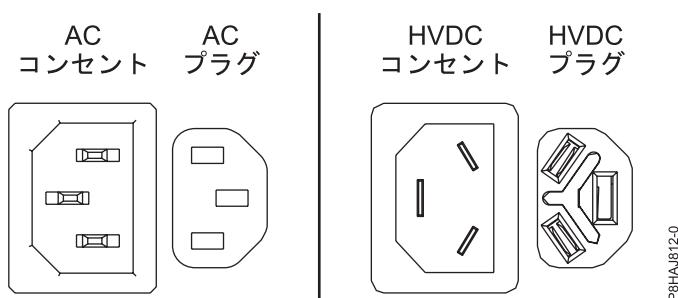
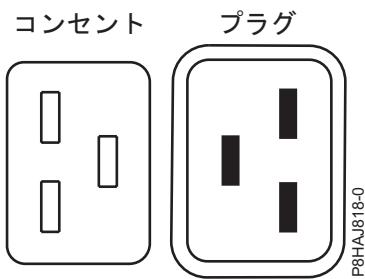
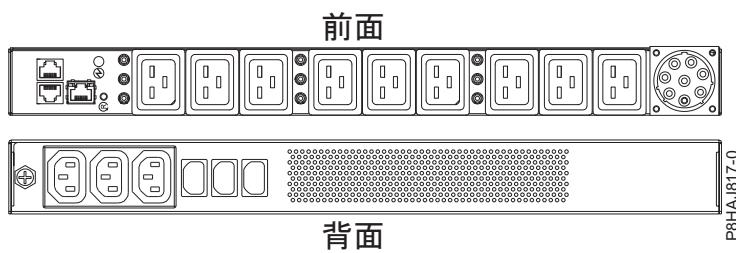

図 22. AC コネクターと HVDC コネクター
図 23. 8408-44E システムのコネクター
図 24. 8408-44E システムの PDU
- 電源コード (**A**) をシステム装置に再接続します。ご使用のシステムのタイプに応じて、43 ページの図 25、44 ページの図 26、または 44 ページの図 27 を参照してください。図 22 は、サポート対象の交流 (AC) コネクターおよび高電圧直流 (HVDC) コネクターを示しています。43 ページの図 23 および 43 ページの図 24 は、8408-44E のサポート対象のコネクターおよび電力配分装置 (PDU) を示しています。